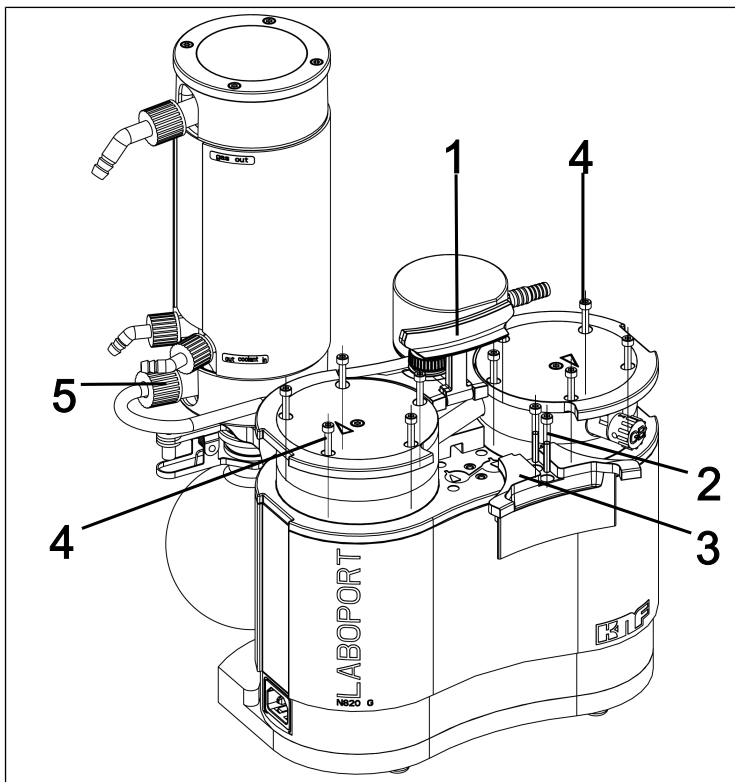

Fig.12: Démontage de la poignée
3. Desserrez l'écrou d'accouplement du raccord de tuyaux (5/ Fig. 12) des composants du système de vide.
4. Mettez la poignée (1/ Fig. 12) en position verticale.
5. Desserrez les deux vis (2/ Fig. 12) du cache de poignée (3/ Fig. 12).
6. Retirez le cache de poignée (3/ Fig. 12).
7. Desserrez les 10 vis extérieures de la tête (4/ Fig. 12) sur les deux têtes de pompe.
8. Retirez les 10 vis extérieures de la tête (4/ Fig. 12) hors des deux têtes de pompe.
1. Marquez la plaque supérieure (2), le couvercle (3) et la plaque intermédiaire (6) d'un trait de crayon continu. Cela permet d'éviter que les pièces ne soient mal assemblées par la suite.
2. Retirez les vis extérieures (4/ Fig. 12) des têtes de pompe.
9. Placez les 10 vis extérieures (4/ Fig. 12) dans la tête de pompe et serrez-les en croix (couple de serrage : SH/ SR820G : 4 Nm; SR/SH840G: 5 Nm)
- i** S'il n'est pas possible d'insérer les vis extérieures (4/ Fig. 12) dans la tête de pompe, desserrez la vis de tête intérieure (1) et vérifiez que le couvercle de la tête (3) est bien fixé sur la plaque intermédiaire (6).
11. Serrez l'écrou d'accouplement du raccord de tuyaux (5/ Fig. 12) sur le condenseur haute performance (2/ Fig. 3) à la main.
1. Montez le cache de poignée (**3**/Fig. 12).
2. Serrez les vis (**2**/Fig. 12) du cache de poignée (**3**/Fig. 12) (couple de serrage : 2 Nm).